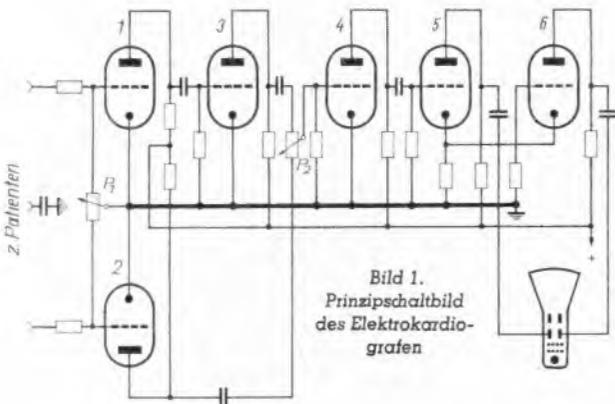

Bild 1. Prinzipschaltbild des Elektrokardiografen
Der Aufbau ist durch folgende Eigenschaften gekennzeichnet: der Verstärker arbeitet mit sechs Röhren und verwendet eine Differentialschaltung mit Phasenumkehröhre (3), um äußere Störspannungen am Verstärkereingang zu kompensieren (Bild 1). Da die Störspannungen am Eingang gleichphasig auftreten, können sie mit Hilfe der Potentiometer 1 und 2 für das Gitter der Röhre 4 kompensiert werden (Tönnies). Abschirmmaßnahmen am Patienten sind praktisch nicht mehr erforderlich. Die Endstufe ist als Gegentaktverstärker mit Katodenkopplung ausgebildet und liefert an die Ablenkelektroden der Braunschen Röhre gleich große Spannungen. Durch diese symmetrische Speisung wird